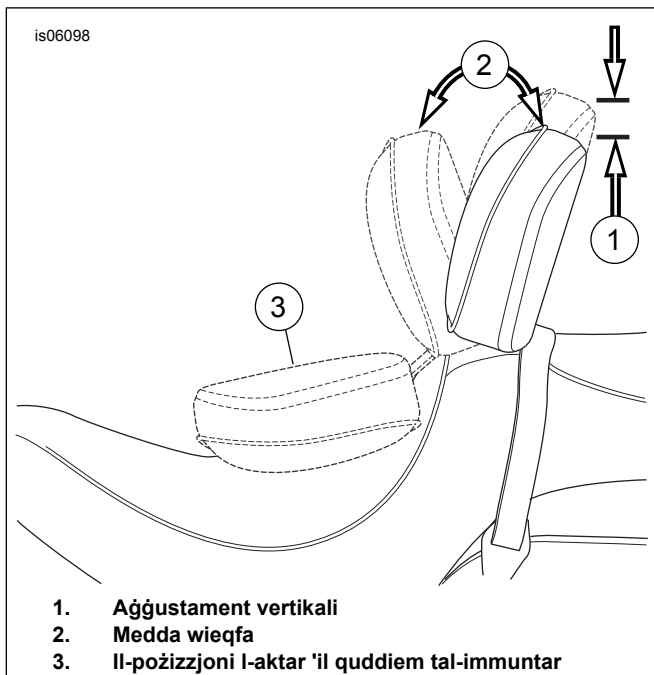

Figura 8. Il-Pożizzjonijiet tal-Backrest
- Figura 8 Bil-backrest u s-sedil f'posthom, imbotta l-backrest għall-pożizzjoni l-aktar 'il quddiem tiegħu (3). Il-mekkanizmu tal-backrest se jagħfas kontra l-qiegħ tas-sedil u kontra l-protettur tas-sedil li ġie inserit.
- Figura 8 Il-manku tal-aġġustament jintuza biex imexxi l-pad tal-backrest fil-pożizzjonijiet 'il quddiem u lura tiegħu.
- Biex taġġusta l-pad tal-backrest 'il quddiem jew lura (2), imbotta l-manku. Jekk titmejjel lura kontra l-pad tal-backrest tgħin biex taġġustah lura. Jekk iżzomm il-piż tiegħek milli jistrieħ fuq il-pad tal-backrest waqt li timbotta fuq il-manku se jwassal biex il-backrest jiġi fil-pożizzjoni l-aktar 'il quddiem tiegħu. Ir-rilaxx tal-manku se jillokkja l-backrest fil-post.
- Biex taġġusta l-pad tal-backrest 'il fuq u 'il isfel (1), iġbed il-pum fuq wara tal-pad. Mexxi l-backrest 'il fuq jew 'il isfel fil-pożizzjoni mixtieqa mbagħad irrilaxxa meta l-pad ikun fil-pożizzjoni mixtieqa.